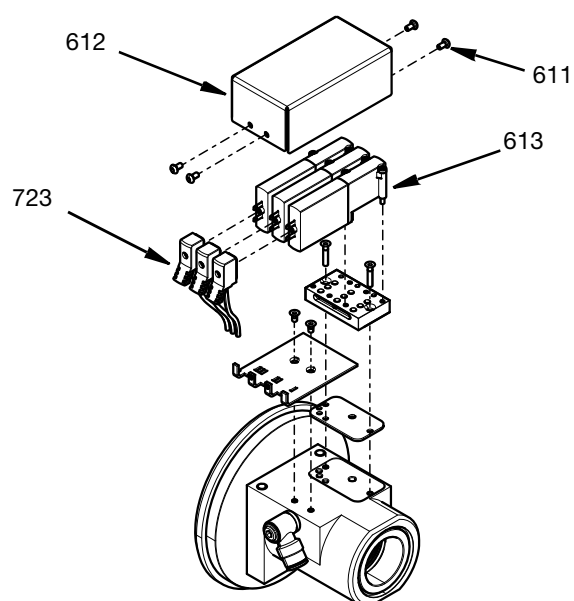

FIG. 20
12. Para acceder a las válvulas solenoide y al colector, hay que quitar la cubierta (612) y los cuatro tornillos M3 (611). Los conectores de cables (723) pueden desenchufarse y las válvulas solenoide (613) pueden desmontarse con sus tornillos acoplados. Consulte la FIG. 20.